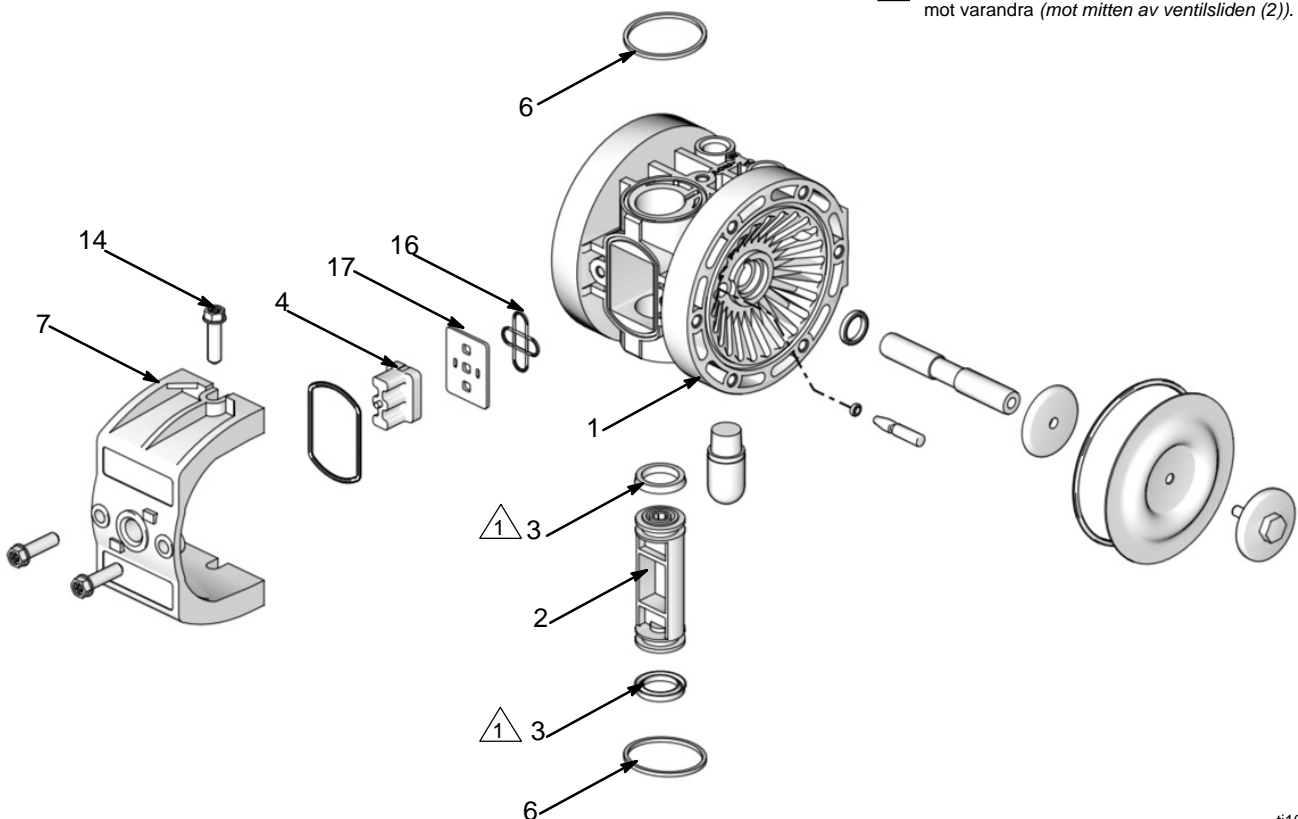

FIG. 5.
Utför service av luftventilen enligt följande. Se FIG. 5.
2. Skruva bort de fyra skruvarna (14) som håller ventilkåpan (7) på mittsektionen (1).
3. Ta bort ventilblocket (4) och ventilsliden (2) och sätt tillbaka packboxarna (3). Montera tillbaka ventilsliden och ventilblocket. Montera ventilsliden helt åt ena sidan när du sätter tillbaka den.
**OBSERVERA:** Ventilblocket i FIG. 5 är för pumpar med luftstyrd luftmotor. Detta steg gäller inte om din pump har en magnetventilstyrd luftmotor. Detaljerna 2, 3, 4, 16, och 17 behövs inte.
5. När du monterar ventilkåpan (7) delar du den så mycket att de kvadratiska ringtätningarna (6) inte skadas och trär in kåpan (7) i mittsektionen.
6. Sätt i skruvarna (14) och dra åt till moment 5,0 – 5,3 N•m (45 till 47 in-lb). Se **Åtdragningssekvens** på sidan 18.